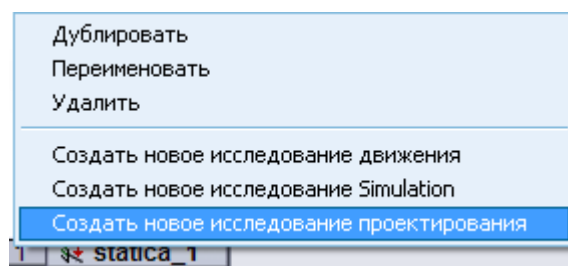

Рисунок 1.11 – Создание Оптимизационного исследования
1. Нажмите правой кнопкой мыши на вкладку **Static_1** и выберите **Создать новое исследование проектирования** (рис. 1.11).